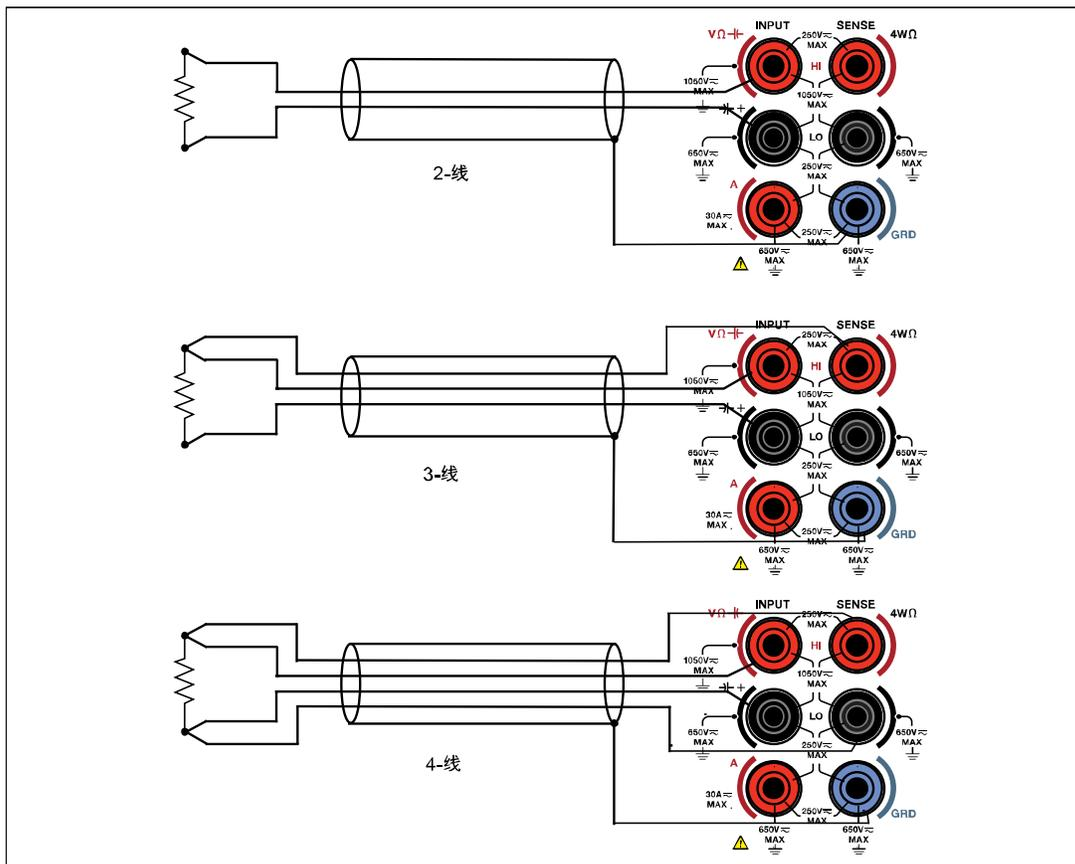

图 19.PRT 连接
按照图 19 所示的适当连接将 PRT 探头连接到本产品，连接方法与在进行电阻测量时所用的方法相同。使用 **F3** (探头 (Probe)) 软键选择相应的 2 线、3 线或 4 线探头类型。Fluke Calibration 建议将外部屏蔽 (Ext. Guard) 设置为开 (ON) (**INPUTS**、**F4** (外部屏蔽 (Ext. Guard)))。
3 线 PRT 连接实际上是 4 线测量，并且要求按图 19 所示在 LO 端子之间短路。